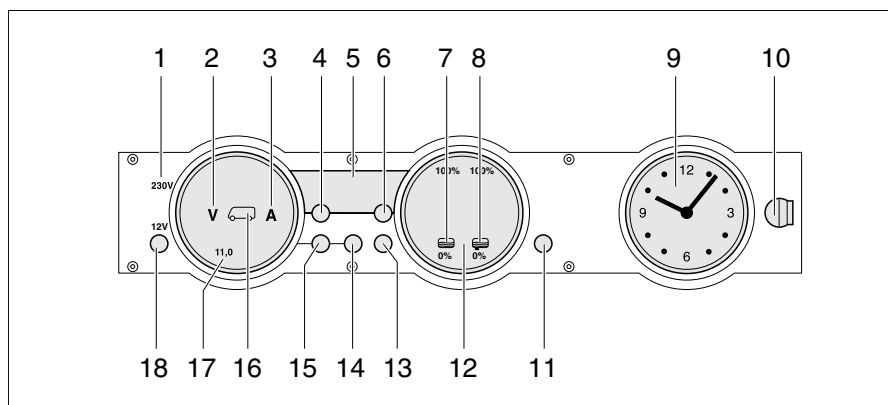

Fig. 265 Panneau de contrôle MP 20-T
Le voyant de contrôle 230 V (Fig. 265,1) s'allume si l'arrivée du bloc électrique est sous tension de réseau.
L'interrupteur principal 12 V (Fig. 265,18) établit ou coupe le panneau de contrôle et l'alimentation 12 V de la cellule.
- Appuyer brièvement sur la touche "12 V" (Fig. 265,18). L'alimentation 12 V de la cellule est assurée. L'indicateur de contrôle "12 V" s'allume.
- ▷ La tension de la batterie de cellule est trop faible quand les DEL "11,0" de l'affichage en Volt et le symbole Volt "V" (Fig. 265,2) clignotent dans l'indicateur des batteries (Fig. 265,17) après la mise sous tension. Charger la batterie.
- ▷ La coupure de batterie est active quand l'indicateur de contrôle "12 V", le symbole de la batterie de cellule (Fig. 265,16) et le symbole Volt "V" (Fig. 265,2) clignotent trois fois après la mise sous tension. Désactiver la coupure de batterie.
- Appuyer brièvement sur la touche "12 V" (Fig. 265,18). L'alimentation 12 V de la cellule est coupée. L'indicateur de contrôle "12 V" s'éteint.
- Appuyer sur la touche batterie de cellule (Fig. 265,14) et la maintenir enfoncée pendant 10 secondes environ. Les symboles Volt "V" (Fig. 265,2) et Ampères "A" (Fig. 265,3) clignotent trois fois. La batterie de cellule est coupée du réseau de bord de 12 V.
- Appuyer sur la touche "12 V" (Fig. 265,18) et la maintenir enfoncée pendant 5 secondes environ. Le symbole Volt "V" (Fig. 265,2) clignote trois fois. La batterie de cellule est branché au réseau de bord 12 V. L'indicateur de contrôle s'allume au bout d'env. 2 secondes.
- Appuyer sur la touche de la batterie de cellule  (Fig. 265,14). Le symbole Volt "V" (Fig. 265,2) s'allume. Le symbole Ampères "A" est, suivant son niveau de charge, blanc ou rouge. La tension de la batterie et le courant de la batterie de cellule sont affichés au moyens de DEL à l'intérieur de l'indicateur.
- Appuyer sur la touche de la batterie de démarrage  (Fig. 265,15). Le symbole Volt "V" (Fig. 265,2) s'allume. Des DEL à l'intérieur de l'indicateur indiquent la tension de la batterie de démarrage.
- Appuyer sur la touche réservoirs  (Fig. 265,13). Les symboles réservoir d'eau  (Fig. 265,7) et réservoir d'eaux usées  (Fig. 265,8) s'allument. Des DEL à l'intérieur de l'indicateur indiquent le niveau du réservoir d'eau (échelle de gauche) et celui du réservoir d'eaux usées (échelle de droite).
Le symbole Volt "V" (Fig. 265,2) et les DEL "11,0" clignotent dès que la tension de la batterie descend en dessous de 11 V (mesurée en marche) et qu'il y a risque de décharge profonde de la batterie.
Le symbole du réservoir d'eau "☰" (Fig. 265,7) ou celui du réservoir d'eaux usées "☷" (Fig. 265,8) clignote quand le réservoir d'eau est vide ou que le réservoir d'eaux usées est plein.